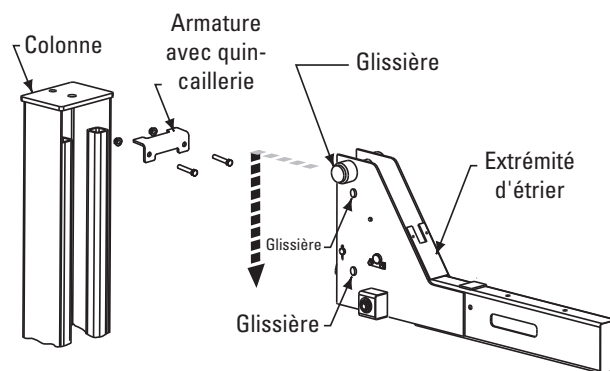

Fig. 12
- Déposer la colonne au sol, avec l'arrière de la colonne contre le plancher. Enlever l'armature fixée près de la partie inférieure des tubes de colonne. Retirer la tige filetée de la barre de verrouillage du trou de la plaque supérieure, puis déposer barre de verrouillage à plat dans la colonne. Faire glisser l'étrier dans la partie supérieure de la colonne, puis faire glisser au fond de la colonne, Fig. 12. Réinstaller l'armature. Réinsérer la barre de verrouillage par la plaque supérieure.